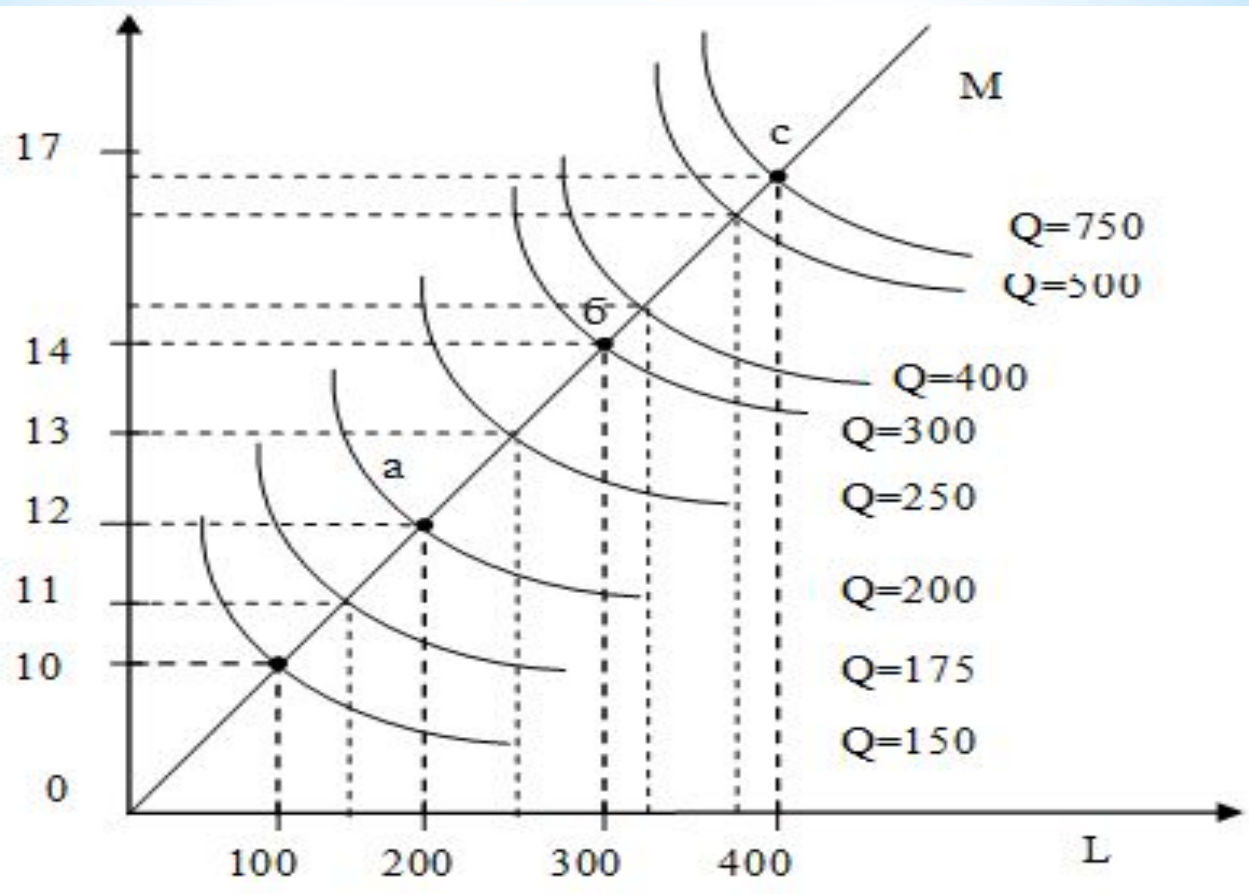

Рис. 4.6. Эффект масштаба производства.
2) Если объём выпуска продукции увеличивается в такой же пропорции, как и рост производственных ресурсов (при удвоении факторов производства выпуск продукции растёт тоже в два раза), то в данном случае производство осуществляется в условиях неизменного или постоянного эффекта масштаба производства; происходит постоянная отдача ресурсов. Расстояние между изоквантами на графике одинаковое (отрезок аб на рис. 4.6).
3) Если же темпы роста выпуска продукции меньше темпов роста производственных факторов, то будет проявляться отрицательный эффект масштаба производства или убывающая отдача ресурсов. Расстояние между изоквантами в этом случае увеличивается (отрезок $0a$ на рис. 4.6).